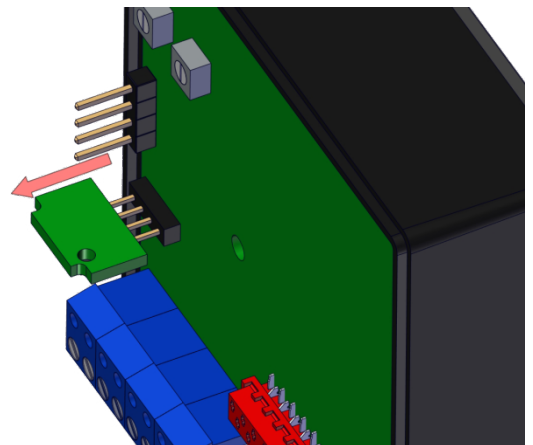

Abb. 13: EEPROM entfernen
- ▶ Stecken Sie den EEPROM auf den dafür vorgesehenen Steckplatz (Abb.: 13).
- ▶ Drücken Sie den Programmierbutton des angeschlossenen ASI21000 (Abb.: 13). Der Start der Datenübertragung wird durch ein Quittungston bestätigt und alle 3 LED-Piktogramm-Anzeigen blinken.